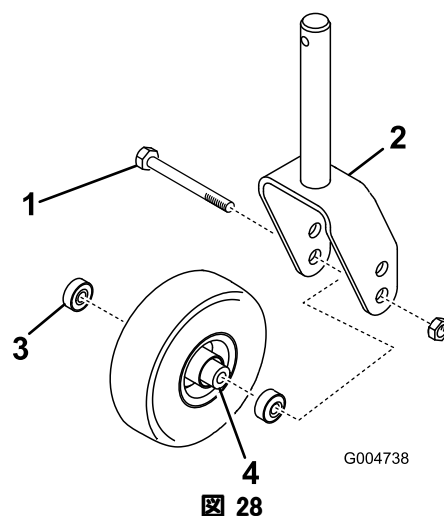

図 28
1. キャスタ・ホイール・アセンブリをキャスト・フォークの間に保持しているボルトのロックナット（図 28）を外す。キャスト・ホイールをつかんでおいて、ボルトをフォークまたはピボット・アームから抜き取る。
2. ホイールのハブからベアリングを外して、ベアリングスペーサを床に落とす（図 28）。ホイールハブの反対側にあるベアリングを取る。